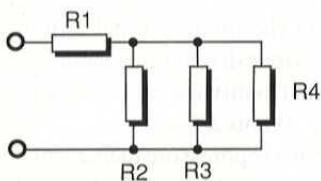

FIGURA 1
1. Nel circuito di figura 1, quali sono i resistori collegati in parallelo?